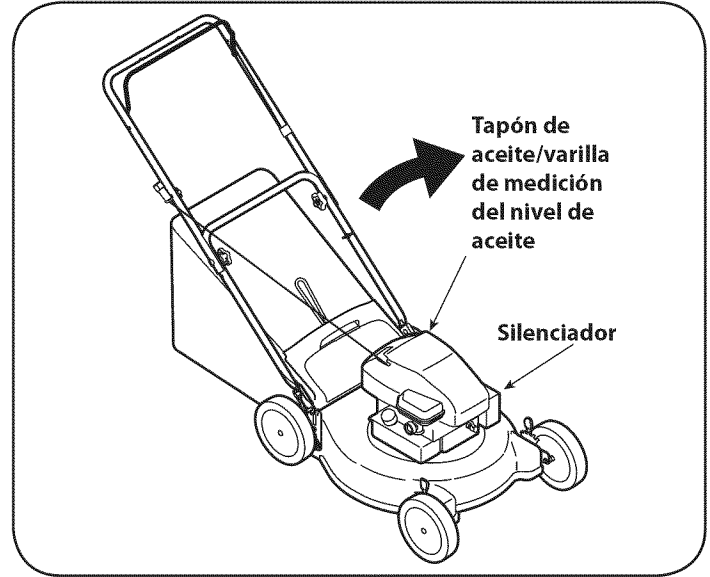

Figura 13
3. Quite la tapa/varilla medidora del nivel de aceite y drene el aceite al recipiente inclinando el motor hacia el tubo de llenado del aceite. Vea la Figura 13.
2. Inclíne la cortadora de césped de modo que quede apoyada sobre el alojamiento, mantenga el silenciador de costado hacia abajo. Refiérase a la figura 13. Sostenga firmemente la cortadora.